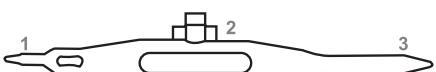

Figura 8
5.1.1 Se l'ago non si ritrae, inserire la punta 2 dello strumento di rilascio dell'impugnatura (**Figura 8**) nel foro sul lato destro dell'involucro (**Figura 9**). La punta 3 deve essere rivolta verso il dispositivo di arretramento. Mentre è ancora inserito, reggere e ruotare di circa 5-10 gradi in senso orario lo strumento di rilascio dell'impugnatura, esercitando una leggera pressione con le dita, quindi premere delicatamente il dispositivo di arretramento.
5.2.1 Se si desidera tagliare la sutura monofilamento senza applicare il terminale uretrale, inserire la punta 3 dello strumento di rilascio dell'impugnatura (**Figura 8**) nel foro sul lato sinistro dell'involucro (**Figura 10**).
5.2.2 Se la sutura non viene tagliata completamente nel Passaggio 5.2.1, inserire la punta 1 dello strumento di rilascio dell'impugnatura (**Figura 8**) nella scanalatura sul lato sinistro anteriore dell'involucro e fare scorrere lo strumento dal davanti verso la parte posteriore (**Figura 10**).